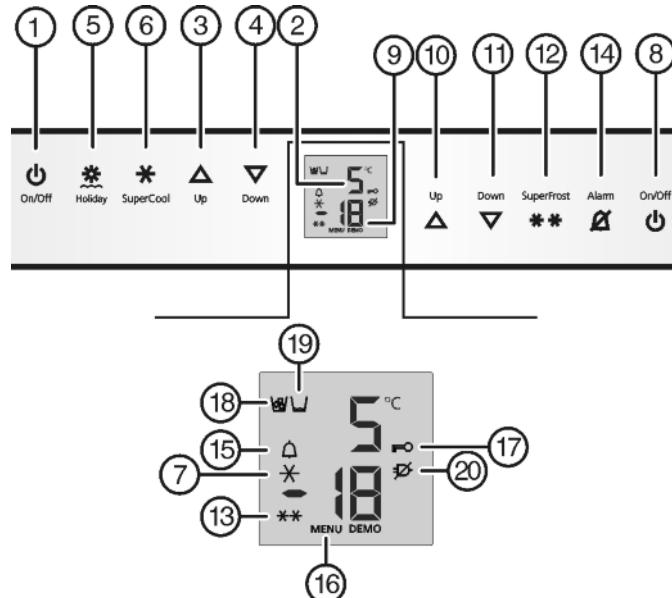

Fig. 2
- Нажмите кнопку On/Off морозильного отделения Fig. 2 (8).
- Нажмите кнопку On/Off холодильного отделения Fig. 2 (1).
- Холодильное отделение и отделение BioFresh включены: Индикатор температуры холодильного отделения Fig. 2 (2) светится. При открытии двери холодильного отделения включается внутреннее освещение.
- Активация режима настройки: удерживайте кнопку SuperFrost Fig. 2 (12) прибл. 5 секунд.
- Символ меню Fig. 2 (16) горит.
- Коротко нажмите кнопку SuperFrost Fig. 2 (12) для подтверждения.
- Для включения защиты от детей коротко нажмите клавишу SuperFrost Fig. 2 (12).
- Символ "Защита от детей" Fig. 2 (17) горит. На индикации мигает .
- Для выключения защиты от детей коротко нажмите клавишу SuperFrost Fig. 2 (12).
- Символ защиты от детей Fig. 2 (17) гаснет. На индикации мигает .
- Выход из режима настройки: нажмите кнопку On/Off морозильного отделения Fig. 2 (8).
- Нажмите кнопку Alarm Fig. 2 (14).
Одновременно мигает индикация температуры и символ тревоги Fig. 2 (15).
Звуковой сигнал выключается автоматически, символ аварийного сигнала Fig. 2 (15) выключается и индикатор температуры перестает мигать, если температура снова становится достаточно низкой.
- Нажмите кнопку *Alarm* Fig. 2 (14).